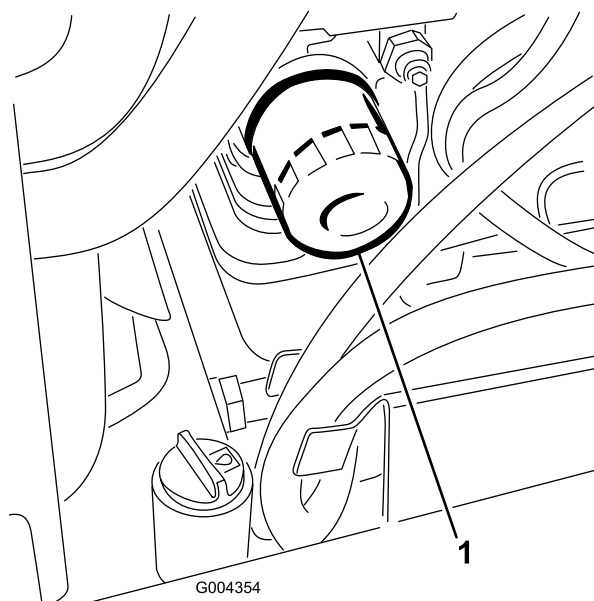

Figure 35
3. Enlevez le filtre à huile usagé (Figure 35) et essuyez la surface du joint de l'adaptateur.